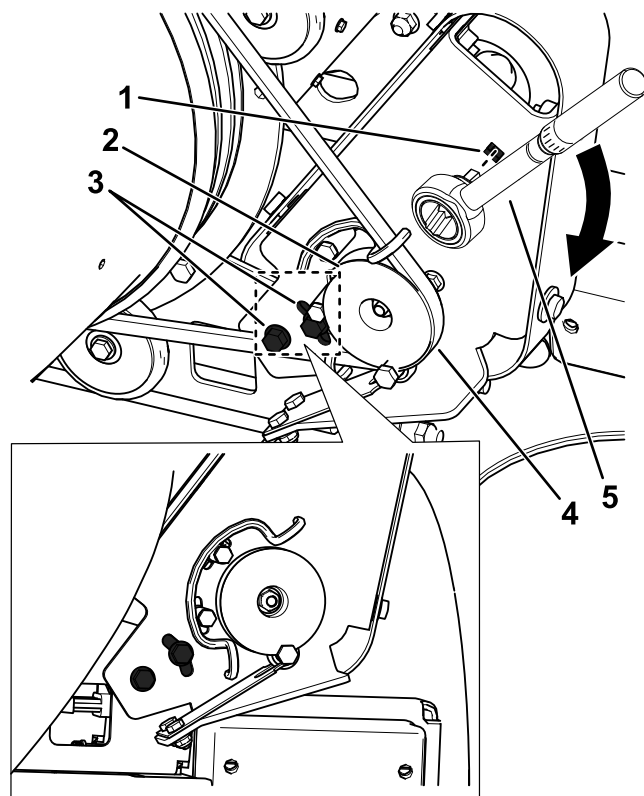

Figura 28
1. Desaperte os parafusos que fixam o suporte de montagem da polia ao chassis do soprador (Figura 28).
2. Insira a chave dinamométrica no suporte de montagem da polia, como se mostra na Figura 28.